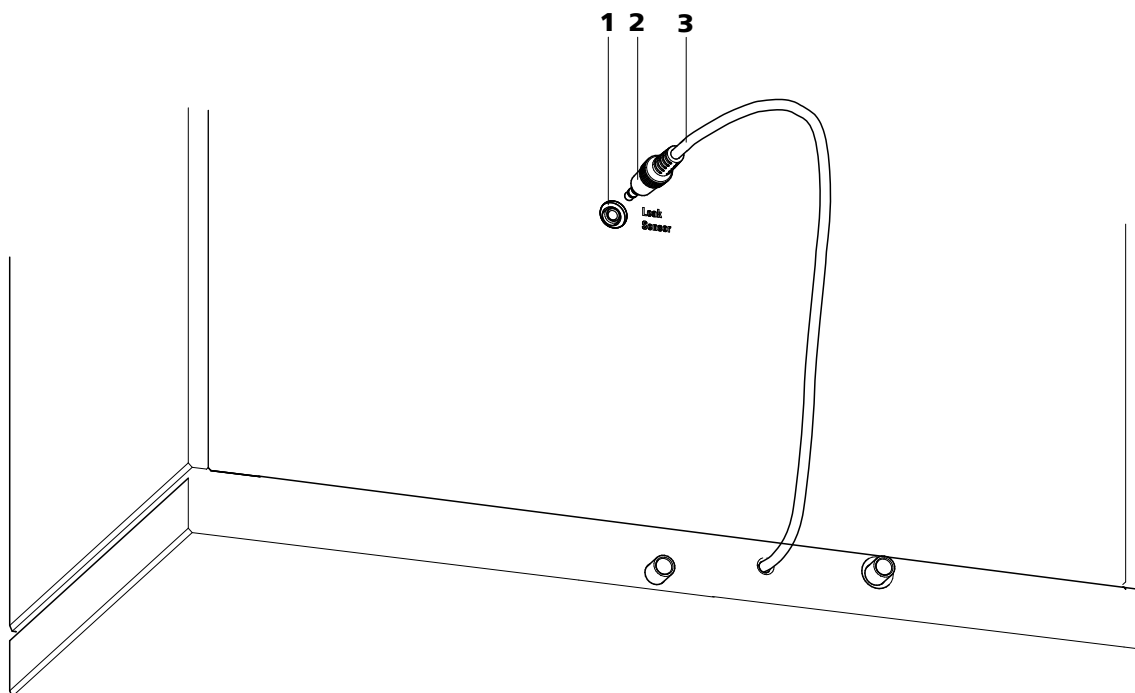

Abbildung 7 Anschluss des Lecksensors an der Geräterückseite
- 1 Lecksensor-Anschlussstecker (7-2) in die Lecksensor-Anschlussbuchse (7-1) auf der Geräterückseite (siehe Abbildung 7, Seite 25) einstecken.